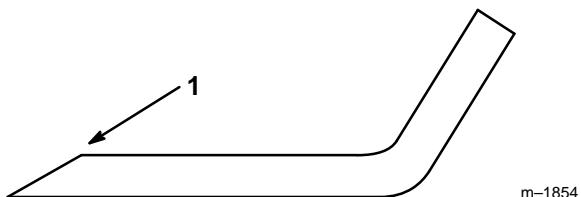

Figure 34
1. Au moyen d'une lime, aiguiser les arêtes de coupe aux deux bouts de la lame (Fig. 34) en veillant à conserver l'angle de coupe d'origine. Limier la même quantité de métal sur chacune des deux arêtes pour ne pas déséquilibrer la lame.